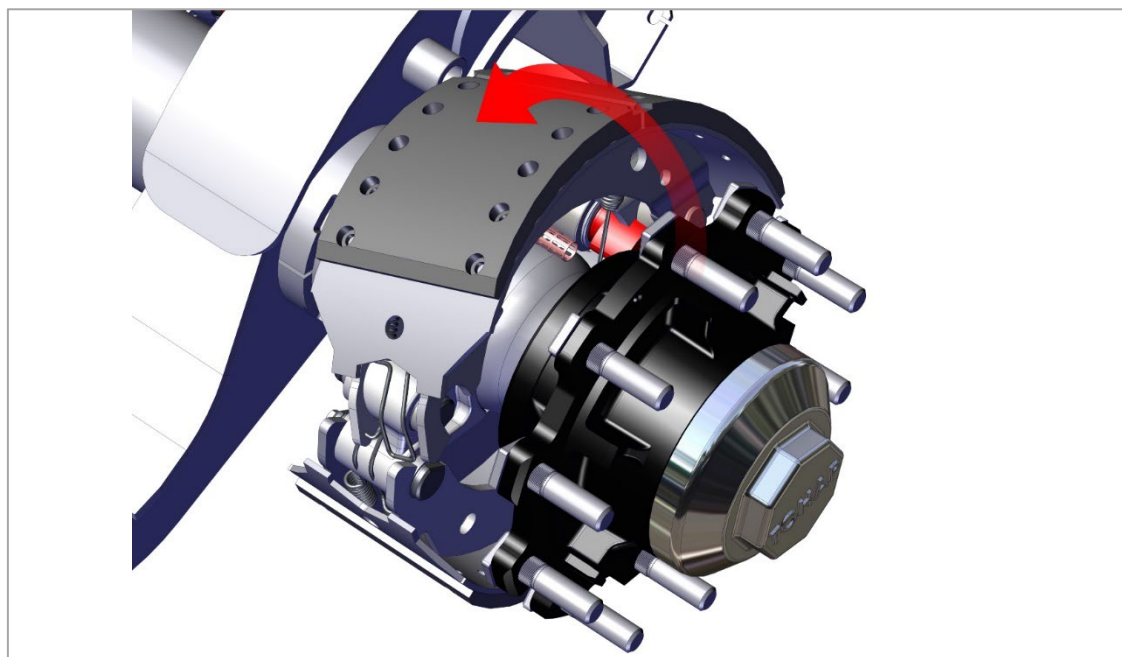

Рис. 28. Снятие тормозной колодки.
4) Наклоните верхнюю тормозную колодку над кулачком и осью моста и снимите её, как показано на рис. 28.